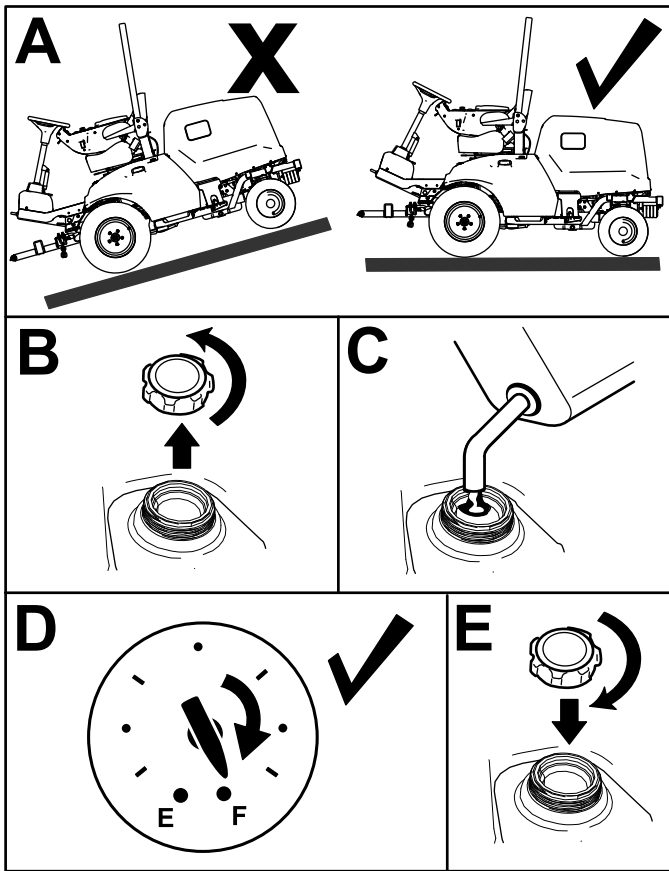

Figura 30
1. Aparque la máquina en una superficie nivelada (Figura 30), ponga el freno de estacionamiento, apague el motor y retire la llave